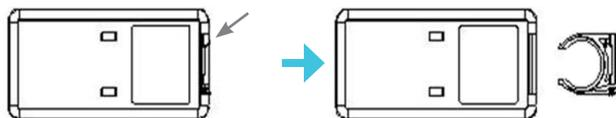

IMAGEN1
- Sacar compartimento de la batería en parte trasera del control remoto (ver imagen1)